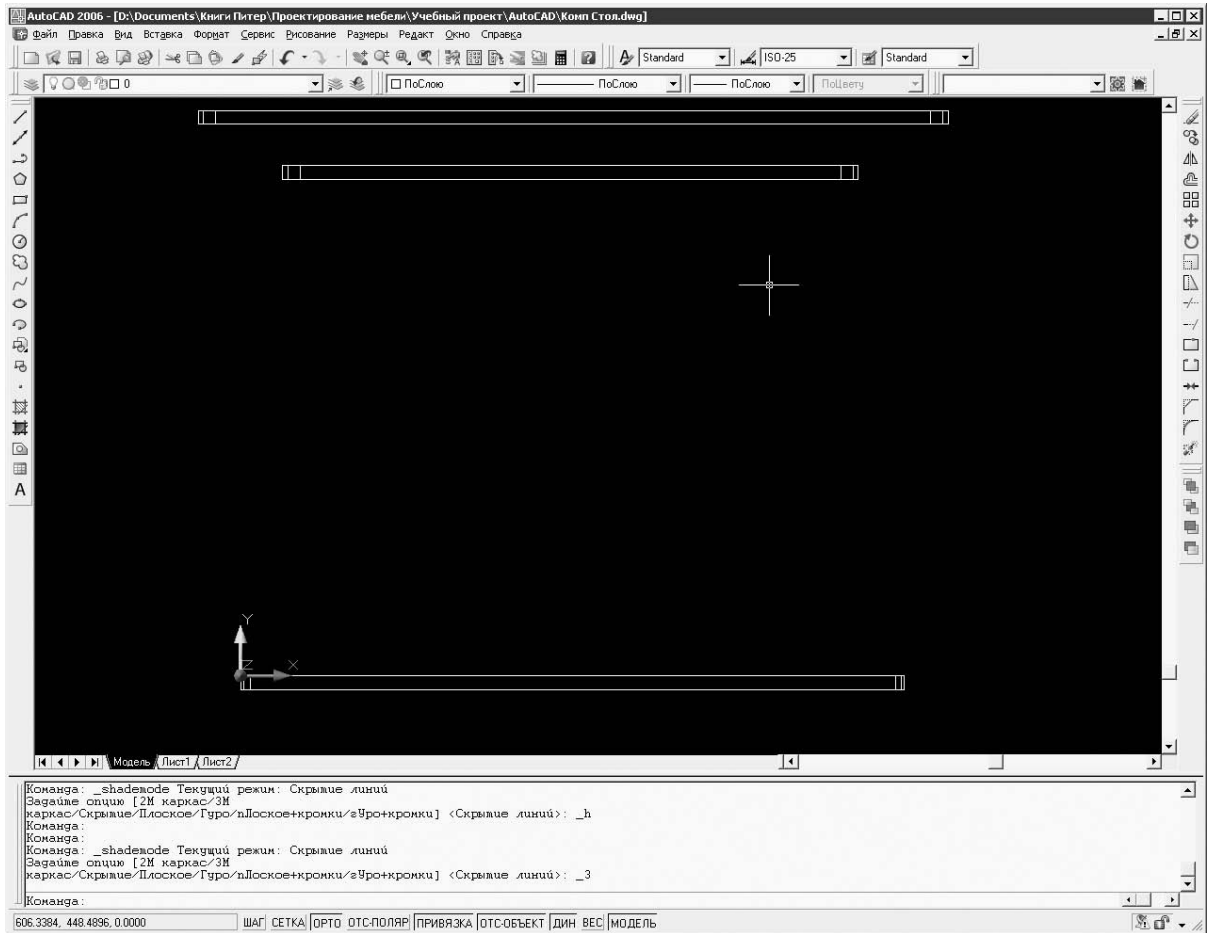

Рис. 5.7
14. Повторить эти действия с остальными передними вертикальными ребрами полки и крышки стола. На передних вертикальных ребрах основания сделать скругления радиусом 10 мм (рис. 5.7).